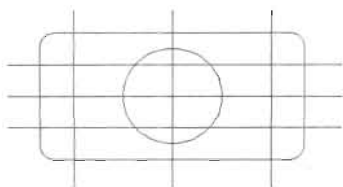

图 15-50
(4) 在命令行中输入 O 命令, 或者单击“修改”工具栏中的“偏移”按钮 , 偏移复制辅助线, 再确定 4 个小圆的圆心位置, 如图 15-50 所示, 命令执行过程如下。